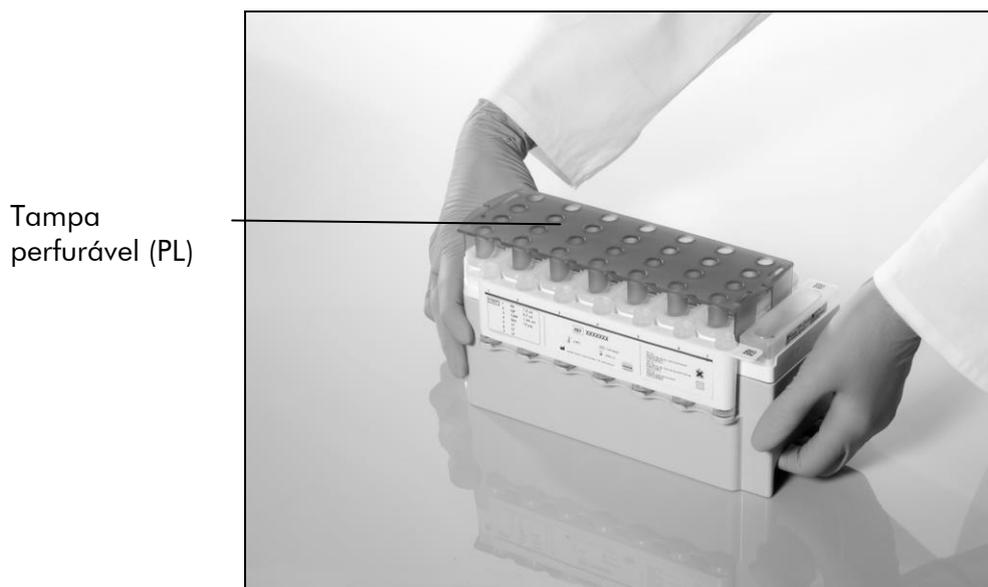

Figura 3. Configuração fácil da mesa de trabalho com cartuchos de reagentes (RC).
Antes de iniciar o procedimento, assegurar-se que as partículas magnéticas estão completamente ressuspensas. Remover a cavidade das partículas magnéticas da estrutura do cartucho de reagente, agitar vigorosamente no vórtex durante, pelo menos, 3 minutos, e colocar novamente na estrutura do cartucho de reagente, antes da primeira utilização. Colocar o cartucho de reagente (RC) no respetivo suporte. Colocar o suporte de enzimas (ER) vazio no suporte de cartuchos de reagente. Antes de usar um cartucho de reagente (RC) pela primeira vez, colocar a tampa perfurável (PL) em cima do cartucho de reagente (RC) (figura 3).